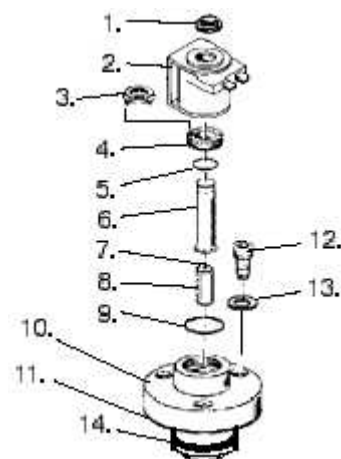

Рисунок 4-10. Система отключения
3. Снимите накидную гайку внутренней трубки (поз.4 рис.4-10), используя съемник(поз. 3), поставляемый с каждым ремкомплект.